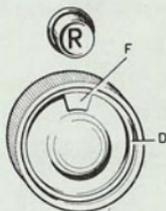

Fig. 17
— Girare il bottone « D » (fig. 17): attraverso la finestra « F » si legge la lunghezza del punto in millimetri.
- premere a fondo il bottone « R » (fig. 17): si cucirà all'indietro con la lunghezza di punto già regolata dal bottone « D ».